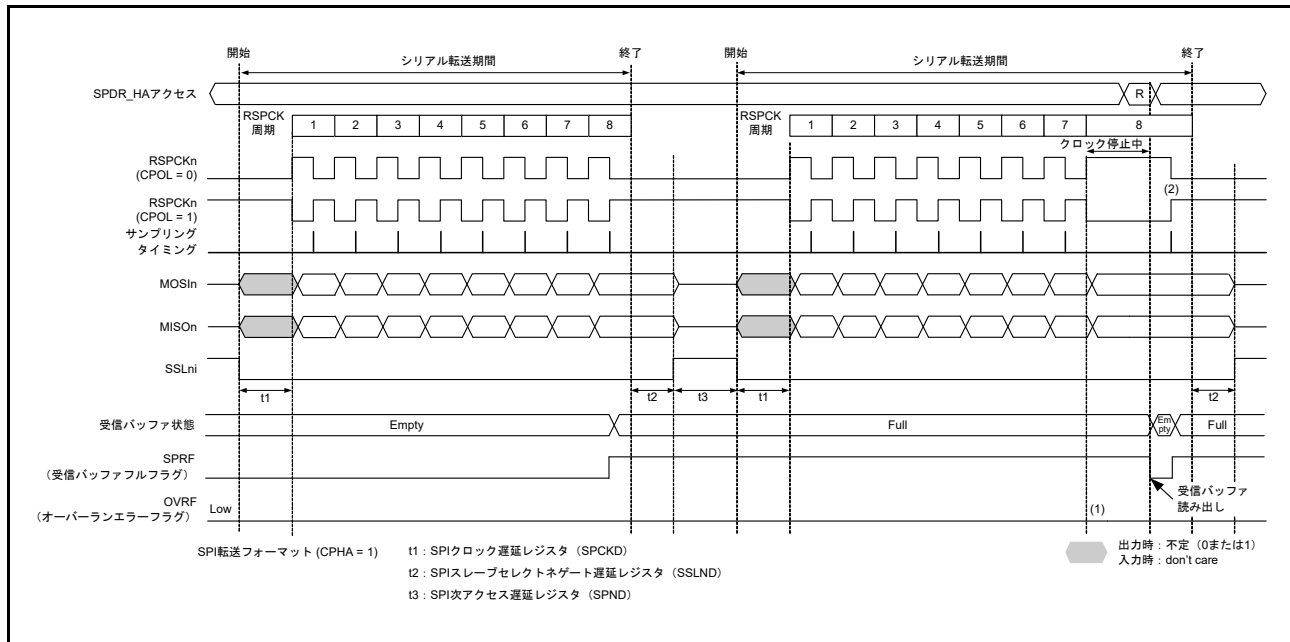
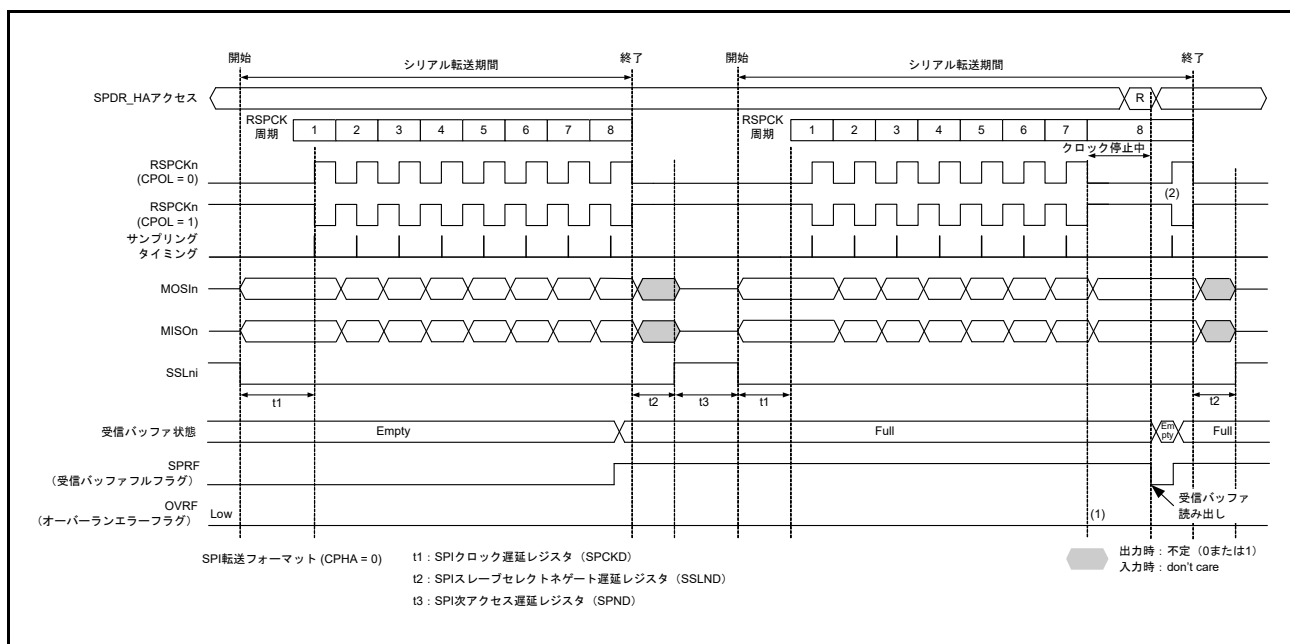

図 32.33 マスタモードの受信バッファフル状態でシリアル転送が継続するときのクロック停止波形 (CPHA = 1)
図 32.34 マスタモードの受信バッファフル状態でシリアル転送が継続するときのクロック停止波形 (CPHA = 0)
マスタモードで RSPCK 自動停止機能を有効にした場合は、オーバーランエラーが発生しません。図 32.33、図 32.34 にマスタモードの受信バッファフル状態でシリアル転送が継続するときのクロック停止波形を示します。
以下に、図 32.33 および図 32.34 の (1)、(2) に示したタイミングでのフラグ動作を説明します。
- (1) 受信バッファフルの場合は、RSPCK クロックが停止するためオーバーランエラーは発生しません。
- (2) クロック停止中に SPDR/SPDR_HA レジスタを読み出すと、受信バッファのデータが読み出せます。受信バッファの読み出し後 (SPSR.SPRF フラグが 0 にされた後)、RSPCK クロックが再開します。